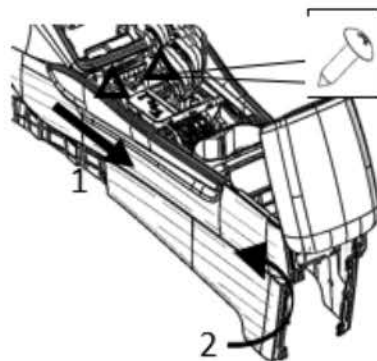

图 1-45 副仪表板本体拆卸示意
(4)用十字螺丝刀松开图 1-45 示的 2 个螺钉（Q2734216F31A），后沿图示箭头 1 方向把副仪表板退出，让后沿图示箭头 2 方向旋转，绕过换挡机构即可取出副仪表，完成拆卸。